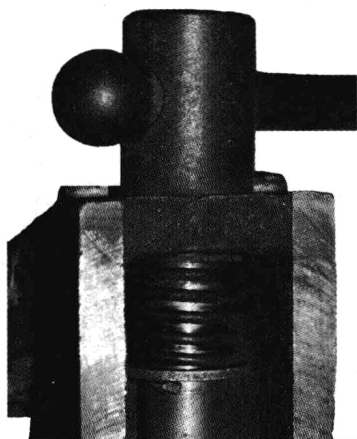

图 1-12 检查挡圈和弹簧
① 检查挡圈 8 和 弹簧 9 是否固定良好, 如图 1-12 所示。
② 检查钳口螺钉是否松动。
③ 检查丝杠 11 和螺母 3 的磨损情况。
④ 检查螺母 3 的紧固螺钉是否变形或有裂纹。
⑤ 检查铸铁部件是否有裂纹。